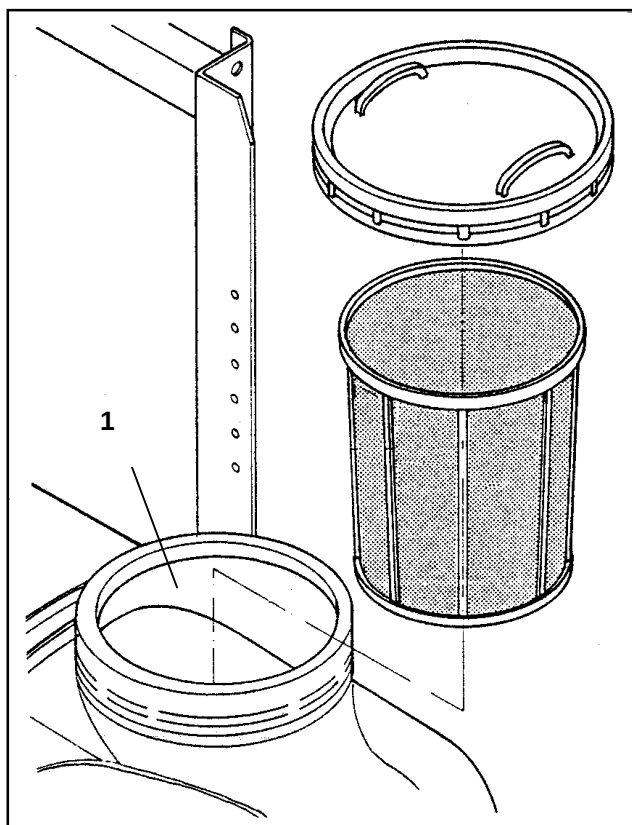

Fig. 7.4
- Den beregnede præparat- hhv. kvælstofmængde fyldes i kemikaliefyldeudstyret direkte over påfyldningsåbningen i sprøjtevæskebeholderen (fig. 7.4/1).